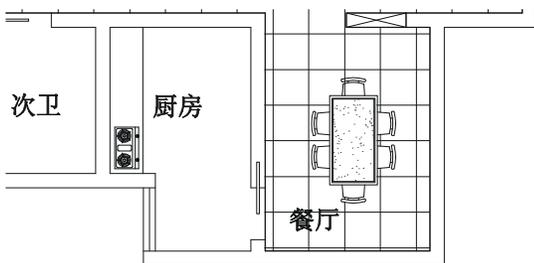

图 6-1-34
**STEP 02** 参照前面沙发和餐桌的放置, 使用移动命令 MOVE 将燃具移动到厨房的适当位置, 如图 6-1-34 所示。